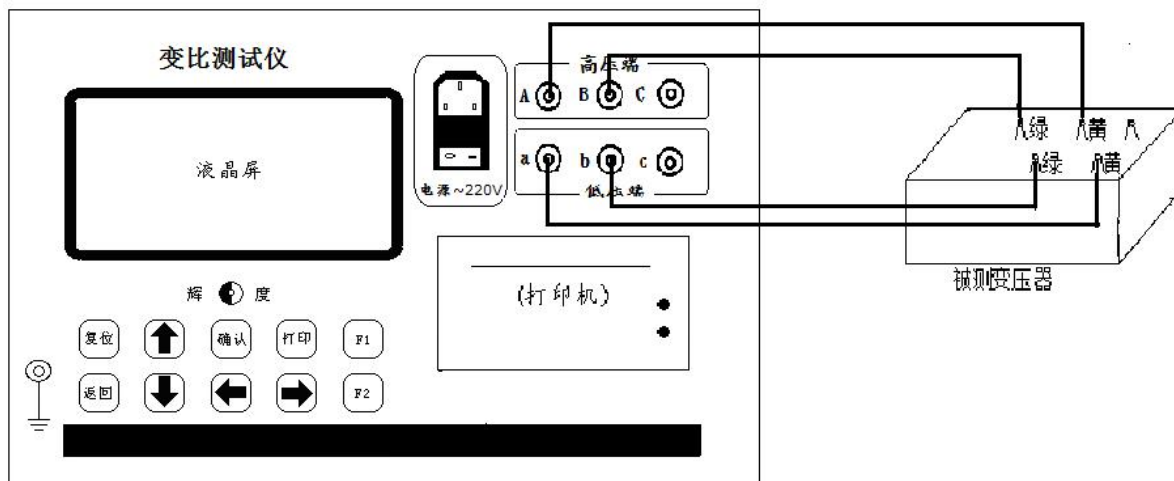

图 12
2. 单相变压器，电压组合 $525/\sqrt{3} \pm 8 \times 1.25\%/20$ ，按图 12 接线。